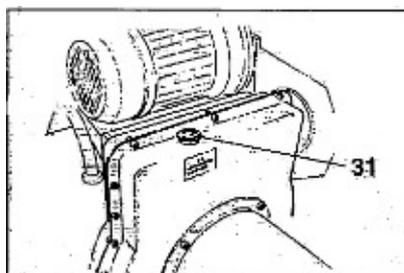

Fig.8.4
4) De vez em quando, verificar o nível de óleo na unidade de engrenagem que, quando o suporte do porta-ferramentas é completamente rebaixado no curso final, não deve mostrar o visor na caixa da engrenagem como completamente vazio. Se necessário, completar com óleo Esso Spartan EP 320 ou similar (por exemplo, Agip F1 REP 237, BP GRX P 320, Chevron Gear Compound 320, Mobil Gear 632, Shell Omaia Oil 320, Castrot Alpha SP 320). Retirar a tampa (31, Fig.8.4), colocar em óleo e bloquear novamente a tampa.